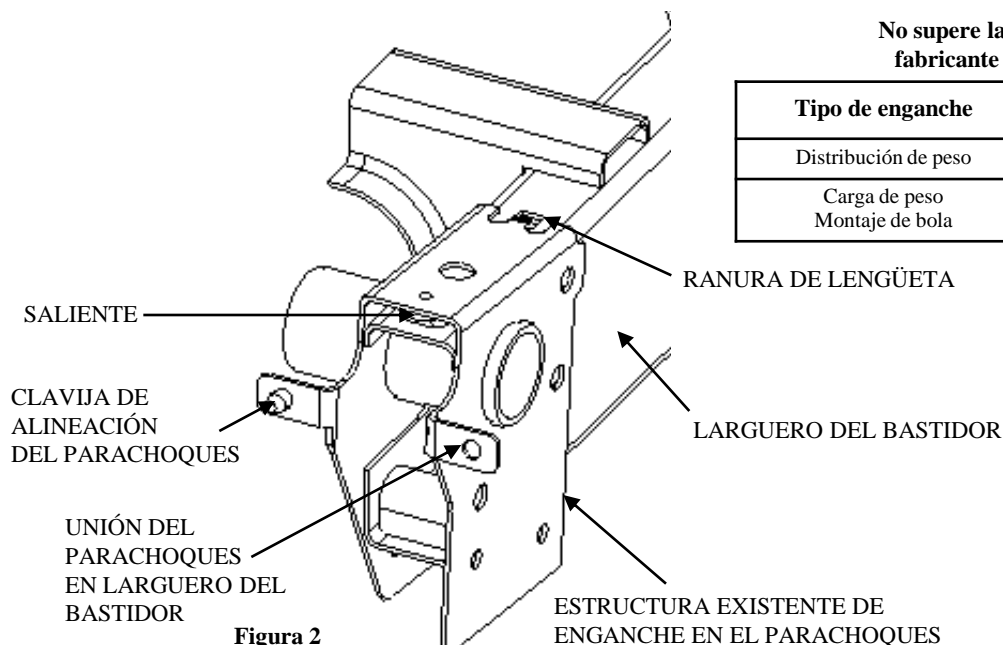

Figura 2
- La estructura se deberá rotar hacia arriba y hacia atrás para despejar la saliente y los engranajes de lengüeta/ranura. Ver figura 2.